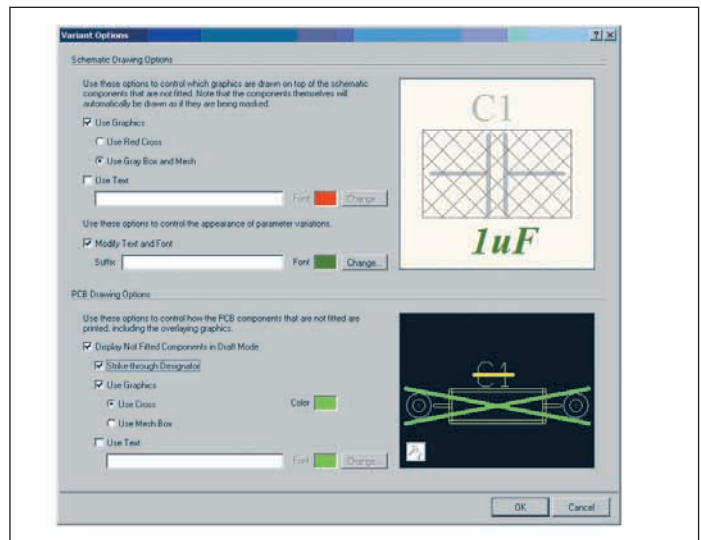

Рис. 6. Настройка графического отображения исключаемых компонентов
3. Кнопкой *Variant Drawing Style* активизируйте диалог настройки стиля графического отображения варианта (рис. 6).